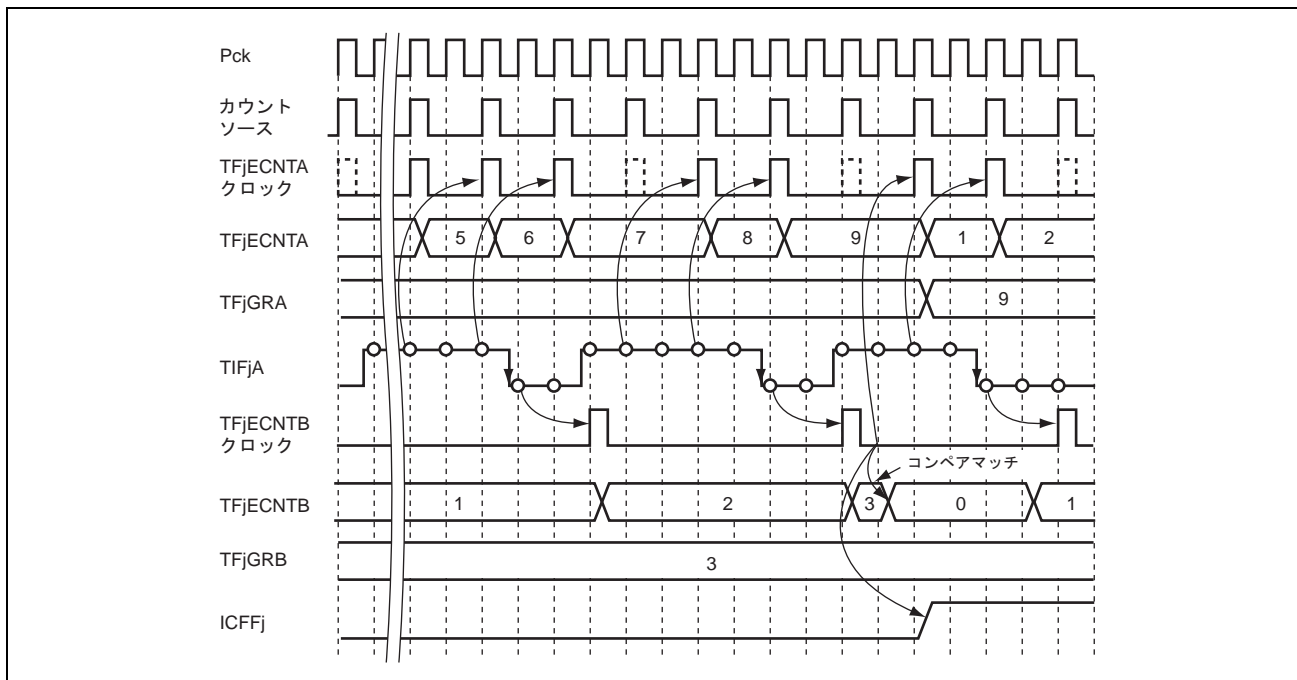

図 21.18 入力"H"レベル期間計測の動作例 (キャプチャ動作時に TIFjA が"H"レベル)
- TFjECNTA: クロックバス0~5のいずれかをカウントソースとし、TIFjAをイネーブルとしてカウントアップを行います。すなわち、TIFjAに"H"レベルが与えられている時間を計測します。TFjECNTB カウンタのコンペアマッチの検出後、次のカウントソースクロックに同期してカウント値をクリアします。コンペアマッチによるカウントクリアの際に、TIFjAに"H"レベルが与えられていた場合は、カウント値はH'0000 0100となります。この例を図21.18に示します。